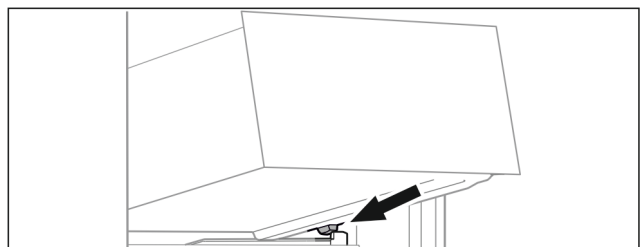

Fig. 68
- ▶ Lade schuin achter de stoppers op containerrib plaatsen. (zie Fig. 68)